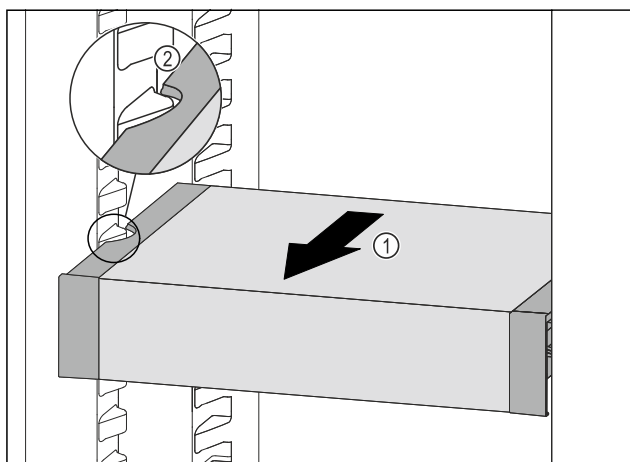

Fig. 135
- 向前拉动 VarioSafe Fig. 135 (1)，直至 VarioSafe 的侧部凹槽与冷藏区中的容器肋梁持平。Fig. 135 (2)